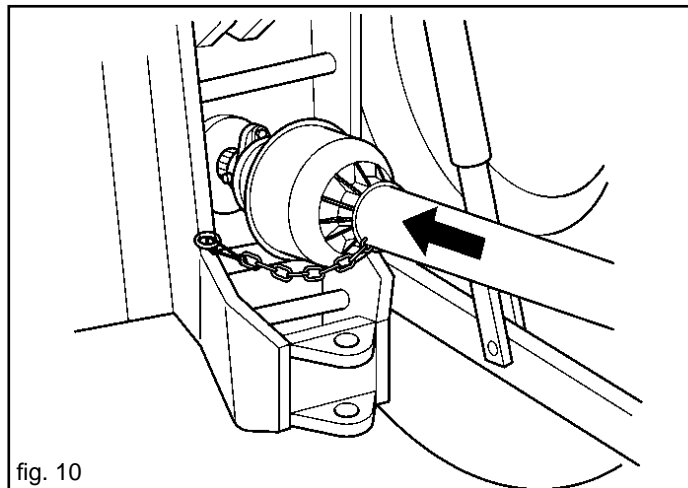

fig. 10
- 6) Enclencher l'arbre à cardans et contrôler qu'il soit parfaitement bloqué sur la prise de force (Fig. 10). Vérifier la rotation libre de la protection et fixer celle-ci par la chaîne fournie à cet effet.